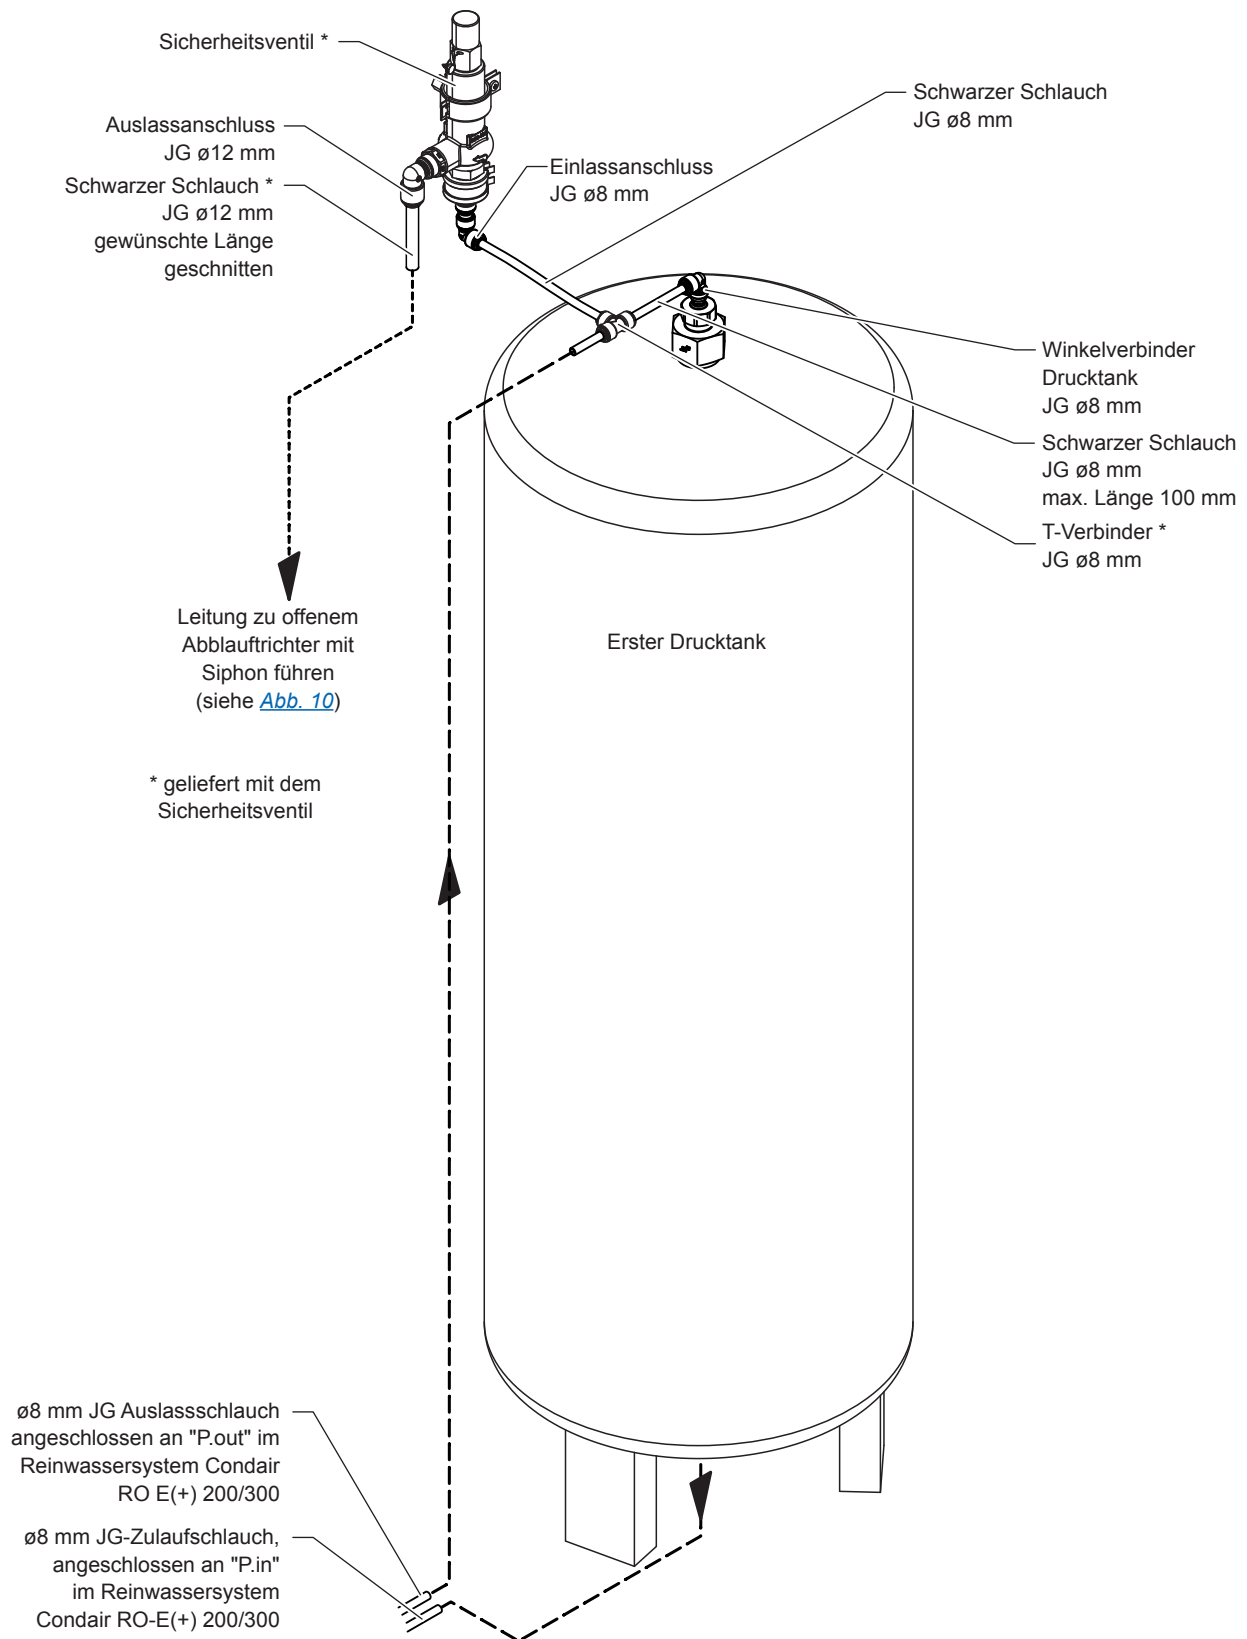

Abb. 16: Anschluss des Drucktank-Sicherheitsventils an die Reinwassersysteme Condair RO-E(+) 200/300
2. Verbinden Sie die offenen Schlauchenden des durchtrennten Schlauchs mit dem ø8 mm JG T-Verbinder wie in Abb. 16 gezeigt.